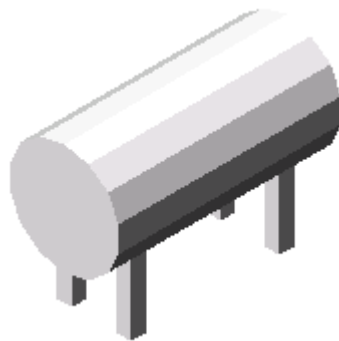

Fig. 14
- Sombreado plano (*Flat Shaded*): Sombrea las caras visibles de los objetos tridimensionales. Los objetos formados por superficies curvas se muestran como formados por múltiples caras planas. La representación incluye los materiales que han sido aplicados a los objetos (ver Fig. 14).